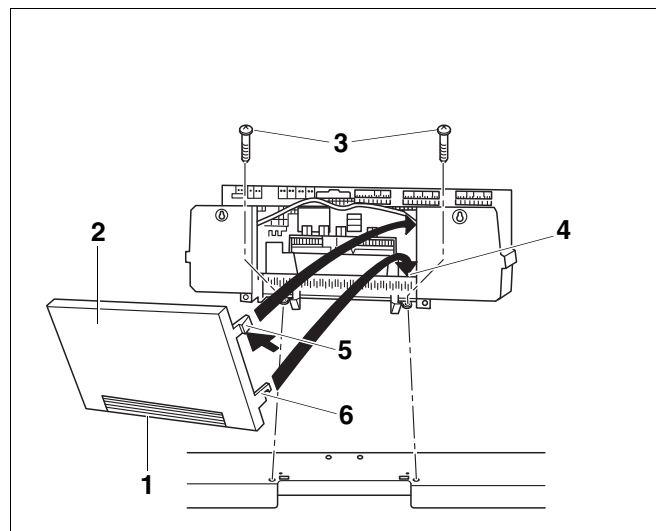

Рис. 20 Крепление системы управления Logamatic 4000
- Снимите заднюю стенку (Рис. 20, **поз. 2**).
При необходимости можно выломать или вырезать заглушку (Рис. 20, **поз. 1**) на задней стенке (Рис. 20, **поз. 2**) системы управления.
- Установите оба нижних крюка (Рис. 20, **поз. 6**) справа и слева на задней стенке (Рис. 20, **поз. 2**) шлицем на верхнюю кромку рамки с хомутами.
- Слегка нажмите верхние эластичные крюки (Рис. 20, **поз. 5**) внутрь (по стрелке) и вставьте заднюю стенку (Рис. 20, **поз. 2**) так, чтобы оба крюка защелкнулись.
- Установите крышку клеммного щитка и закрепите ее 2 винтами (Рис. 20, **поз. 3**).